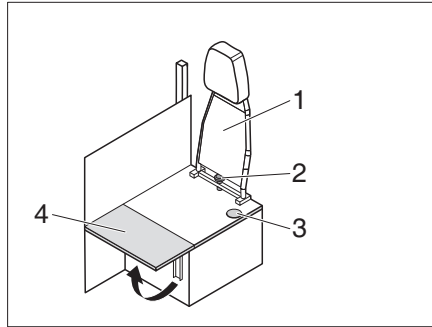

Bild 203 Ombyggnad körning - boende
- Skruva ur stjärnskruven (Bild 203,2) och ta av ryggstödet (Bild 203,1) uppåt.
- Fäll upp sittbänksförlängningen (Bild 203,4).
- ▷ Omvänd ordningsföljd gäller vid ombyggnad från boende till körning. Var noga med att säkerhetsbältet dras genom öppningen (Bild 203,3).